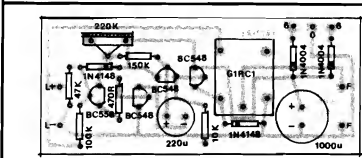

Fig. 3
- FIG. 3 - CHAPEADO DA MONTAGEM - O lado não cobreado da placa, mostrado já com os principais componentes inseridos nos seus devidos lugares... São vários os componentes polarizados, que merecem maior atenção na colocação, já que - se invertidos - podem se danificar, além de certamente obstar o funcionamento do circuito... Nessa categoria estão: os quatro transistores, cujo posicionamento é referenciado pelos seus lados "chatos" (atenção, também, para não colocar o único BC558 no lugar de um dos BC548...), os quatro diodos (cujas extremidades de **ca**todo estão sempre marcadas pelas fitas ou anéis, os dois capacitores eletrolíticos, com a polaridade de terminais também claramente indicada no chapeado (também no corpo dos componentes a polaridade está demarcada, além do que a "perna" positiva pode ser facilmente identificada como a **mais longa**...). Quanto aos demais componentes (não polarizados...) os cuidados devem dirigir-se para a perfeita identificação dos seus valores, em função dos lugares que ocupam na placa... Quem ainda tiver dúvidas quanto a isso, deve consultar o TABELÃO APE, lá no começo da Revista... Quanto ao relé, também tem posição única e certa para in-